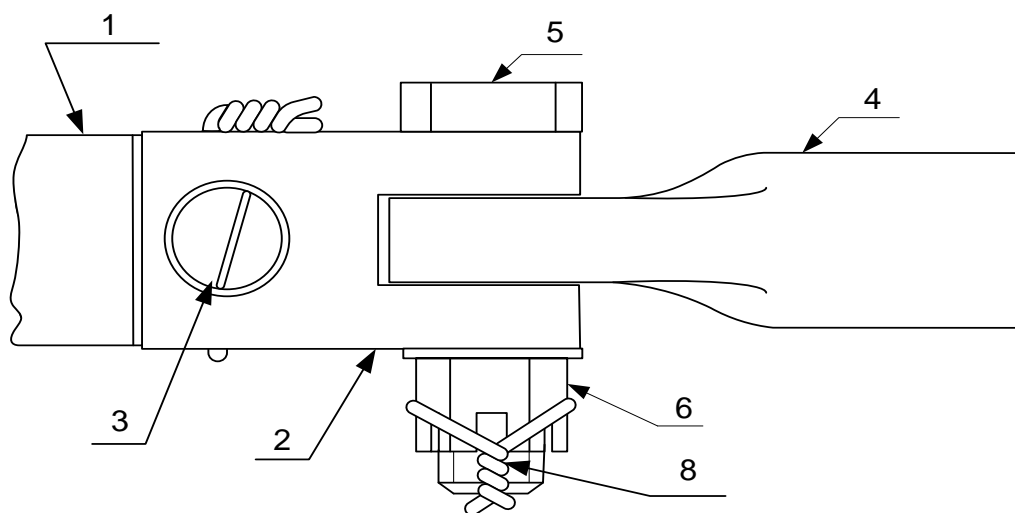

Рис. 1. Шарнир шибера электропривода с элементами крепления.
7.4.1. Для замены шарнира шибера следует выполнить следующие действия (см. рис. 1):